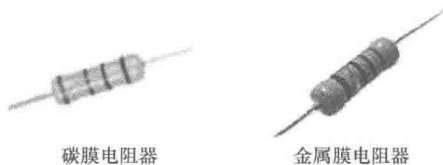

图 1-3 碳膜电阻器和金属膜电阻器
(2) 薄膜电阻器 这类电阻器主要包括碳膜电阻器、合成碳膜电阻器、金属膜电阻器、金属氧化膜电阻器、化学沉积膜电阻器、玻璃釉膜电阻器和金属氮化膜电阻器。其外形如图 1-3 所示。